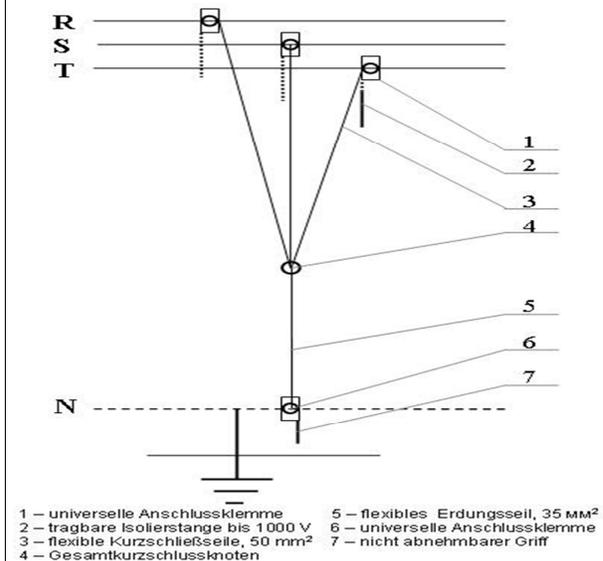

Abb. 4. Konstruktion der tragbaren Erdung für Innenraumschaltanlagen bis 1000 V
- Die Kurzschließvorrichtung hat zu bestehen aus 3 universellen Klemmen für Anschluss an die Schiene, Leitung und Bolzen mit einem kugelförmigen Kopf Ø 20 (1 – s. Abb. 4.), 1 ausziehbaren Isolierstange (2) für Spannung 1000 V mit Länge 350-500 мм, 3 flexiblen Seilen (3), mit Querschnitt 50 мм² und mit Länge 400 мм, kurzgeschlossen in einem gemeinsamen Punkt (4). Die universellen Anschlussklemmen sind kurzgeschlossen durch 3 flexible Seile in einem gemeinsamen Punkt. Jede Erdung ist